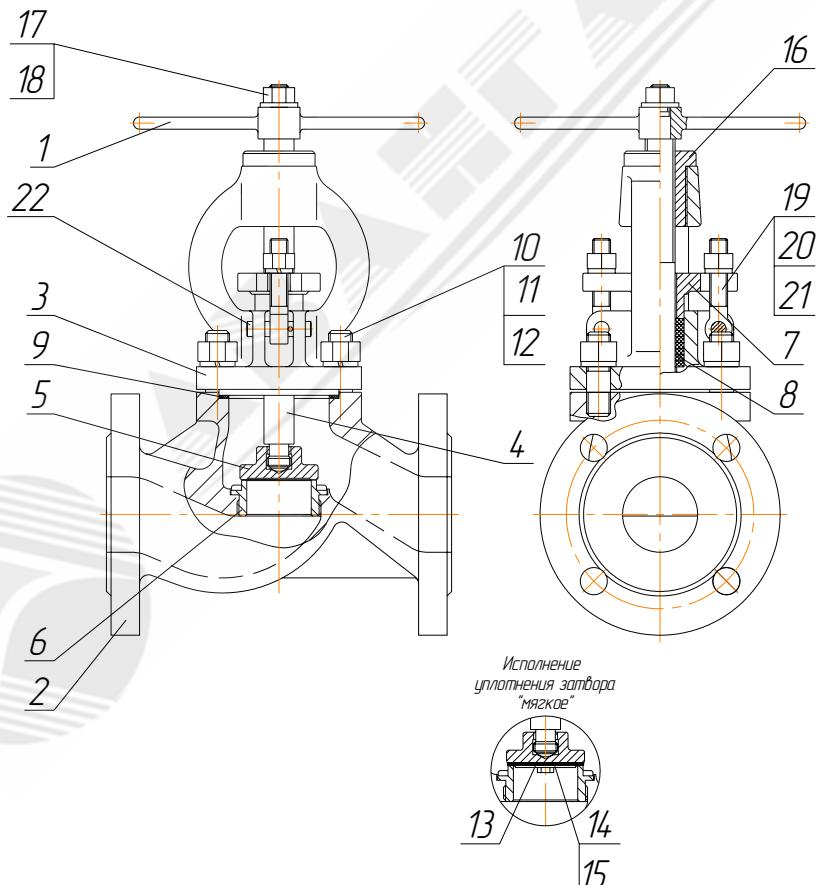

Рисунок 2
3.4.2 Полную разборку клапана (см. рис.2) производить в следующем порядке: